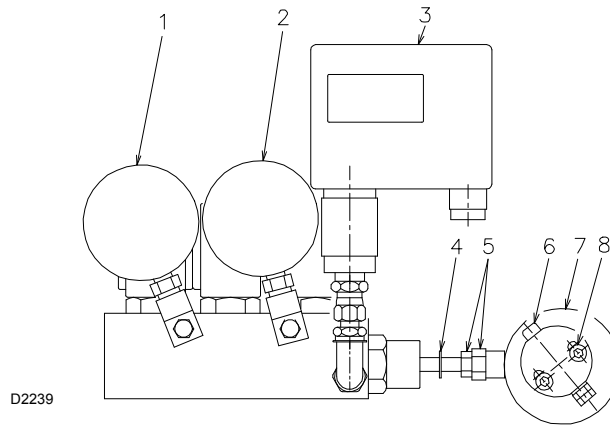
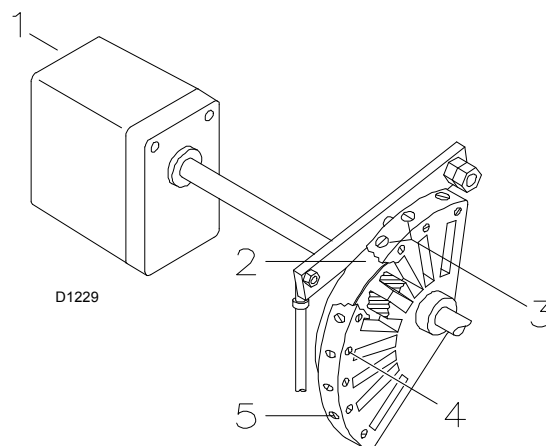

Fig. 24
Fig. 27
La pression du combustible sur le refoulement du gicleur doit être réglée sur le groupe variateur de pression et est visualisée par le manomètre 1) (Fig. 24).
La pression du combustible sur le retour du gicleur doit être réglée sur le groupe variateur de pression et est visualisée par le manomètre 2) (Fig. 24).
La pression minimum du combustible sur le retour du gicleur ne doit être réglée qu'avec l'écrou 5) (Fig. 24); visser cet écrou pour diminuer la pression et le dévisser pour l'augmenter.
La pression maximum du combustible sur le retour du gicleur ne doit être réglée qu'avec la vis 6) (Fig. 24) de l'excentrique 7) (Fig. 24); visser cette vis pour augmenter la pression et la dévisser pour la diminuer.
L'air se règle à l'aide des vis 3) de la came à profil variable 2) (Fig. 27, page 23) qui commande le volet de l'air: visser ces vis pour augmenter le débit d'air et les dévisser pour le diminuer.
Faire en sorte que les organes de réglage de l'air et du combustible puissent être actionnés avant d'allumer le brûleur, c'est-à-dire desserrer les vis 4) de la came 2) (Fig. 27), desserrer l'écrou, le contre-écrou 5) (Fig. 24) les deux vis 8) (Fig. 24) du groupe variateur de pression et l'excentrique (Fig. 24).
Régler la pression du combustible sur le retour du gicleur, en n'agissant que sur l'écrou 5) (Fig. 24); pour régler la pression voulue pour l'allumage ainsi que le débit minimum.
Quand le servomoteur a atteint l'ouverture maximum, régler la pression du combustible sur le retour du gicleur, **toujours en n'agissant que sur la vis 6) (Fig. 24) de l'excentrique**, pour régler ainsi la pression voulue pour le débit maximum.
Ne visser la vis 6) (Fig. 24) que quand elle correspond à une augmentation de pression, afin d'assurer une variation sur l'ensemble de l'angle de rotation.
Bloquer alors l'écrou, le contre-écrou 5) (Fig. 24) et les deux vis 8) (Fig. 24) du groupe variateur de pression.
Après avoir réglé la pression minimum et maximum, régler soigneusement la combustion sur différentes positions de modulation en n'intervenant que sur le réglage du débit d'air à l'aide des vis 3) (Fig. 27) de la came.
Après avoir complété le réglage de la combustion, bloquer les vis 4) (Fig. 27) et contrôler à nouveau l'allumage. Celui-ci doit produire un son identique au son du fonctionnement qui s'ensuit. En cas de saccades, réduire le débit à l'allumage. En cas de saccades, réduire le débit à l'allumage.
- Pour un réglage correct, l'excentrique 7) (Fig. 24, page 22) doit travailler sur toute la plage du servomoteur ($20^\circ \div 130^\circ$): une variation de pression doit correspondre à chaque variation du servomoteur.